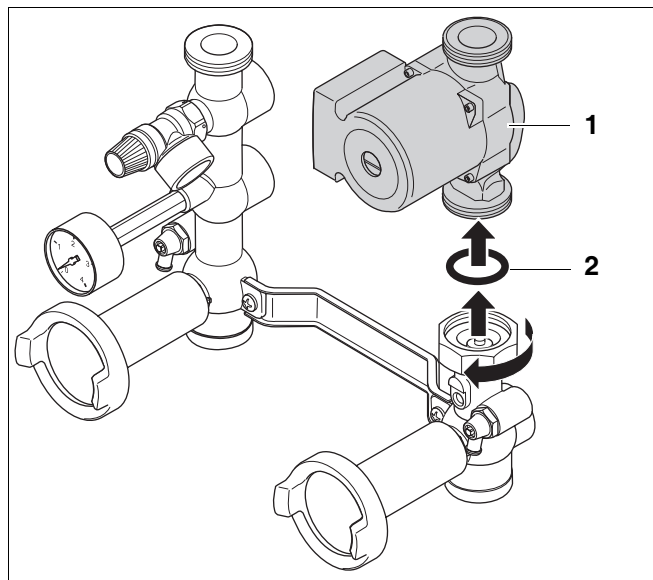

Fig. 5 Afmontering af pumpen
- Afmonter pumpen (fig. 5, **pos. 1**).
- Fjern den flade gummipakning (fig. 5, **pos. 2**).